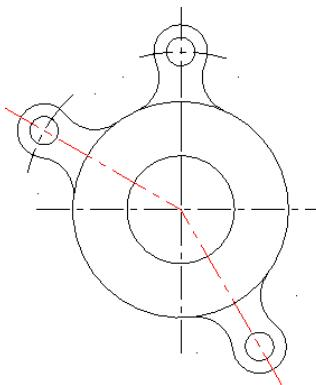
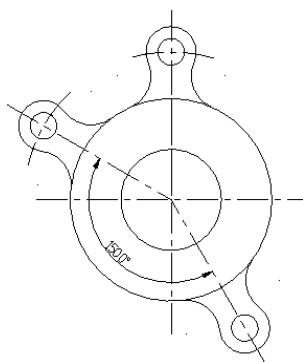

图 5-33 选取直线
图 5-34 角度标注
① 在主菜单中选择“绘图” | “尺寸标注” | “尺寸标注” | “角度标注”命令，或直接单击“尺寸标注”工具栏中“快速标注”按钮 DF 右边的三角下拉按钮，在弹出的下级菜单中选择“尺寸标注” | “角度标注”选项，系统弹出“角度标注”工具栏。
② 根据系统提示，在绘图区内选择如图 5-33 所示的两条中心线，再移动光标在图形上方合适的位置单击鼠标左键，即可完成角度标注，结果如图 5-34 所示。